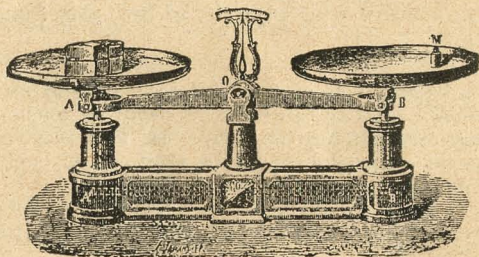

Fig. 15.—Balanza de Roberval.
5. **Balanza de Roberval.**—Esta balanza (fig. 15), muy generalizada hoy en el comercio, no difiere en sus prin-